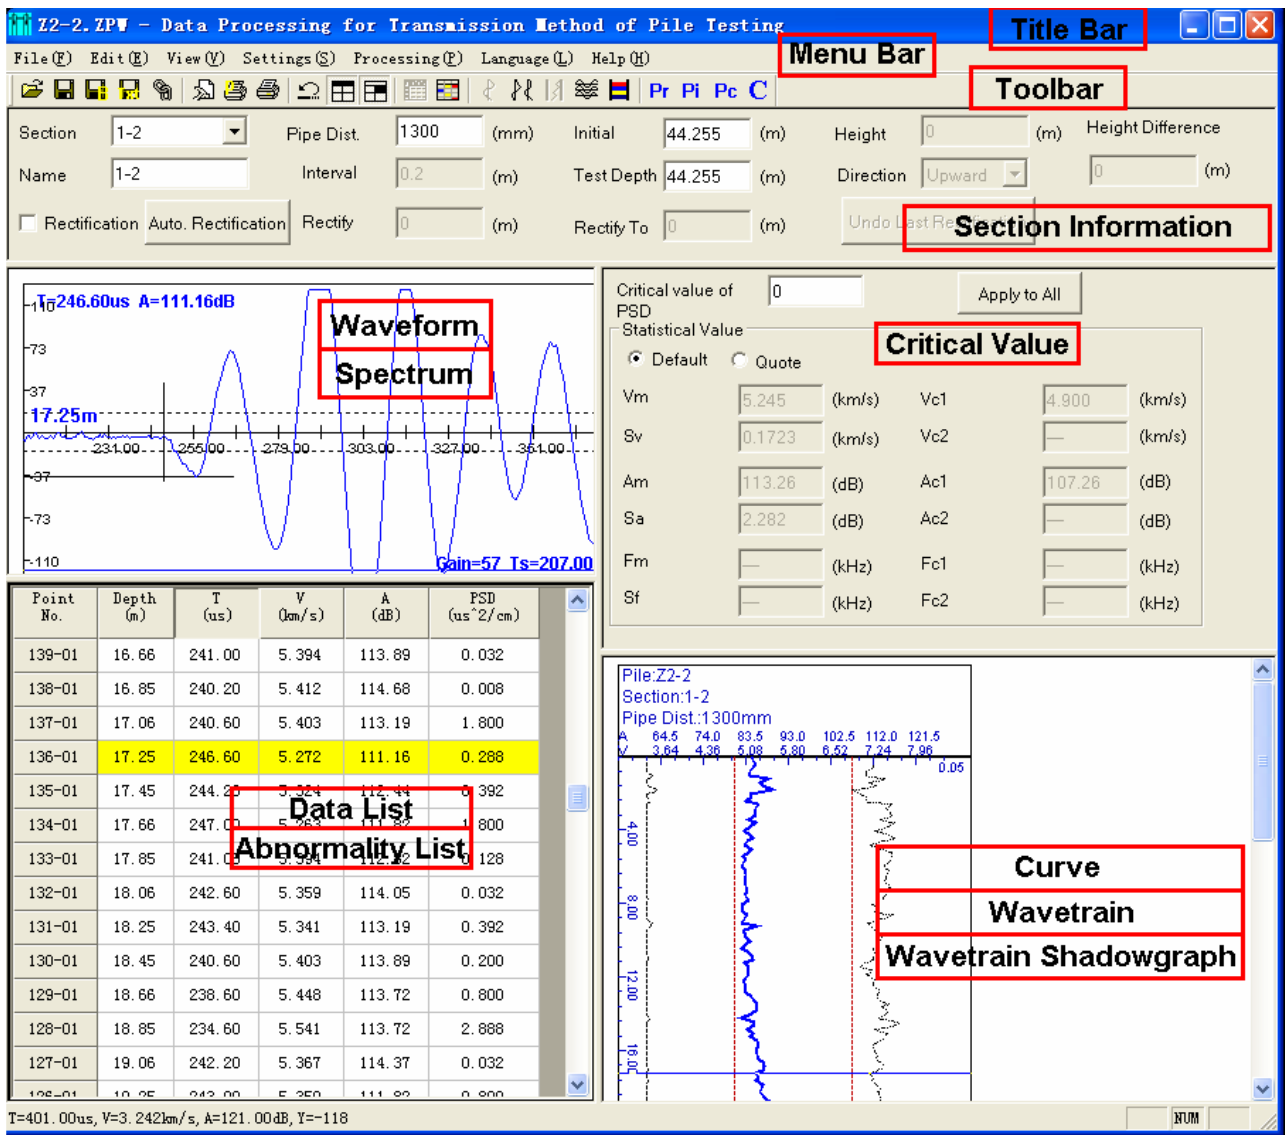

Figura 4.2.1 Interfaccia principale del software
L'interfaccia del software per testare pali consiste principalmente delle seguenti 10 parti (come mostrato nella Figura 4.2.1): Title bar, Menu bar, Toolbar, Status bar, Scroll bar, Section information area, Waveform/Spectrum area, Critical value area, Data/Abnormality list area e Curve/Wave train/Wave train shadowgraph area.
2. **Menu bar** (barra dei menu) è composta da 7 voci del menu a discesa: **File**, **Edit**, **View**, **Settings**, **Processing**, **Language** e **Help** come mostrato nella Figura 4.2.1; facendo clic su ogni voce verrà visualizzato un menu a discesa, ciascuno corrispondente ad un insieme di funzioni. Gli elementi di sottomenu di quelle 7 voci di menu riguardano tutte le funzioni di questo software. Quando alcuni comandi sono in grigio, significa che le funzioni corrispondenti non sono valide al momento.
1. **Open**: aprire il file di dati (con estensione ZPW) prodotti durante il rilievo ultrasonico. Vedere il metodo operativo dettagliato nel Capitolo 3-3.1. Dopo aver aperto il file, tutte le aree nella finestra mostrate nella Figura 4.2.1 visualizzeranno i dati o le informazioni corrispondenti.